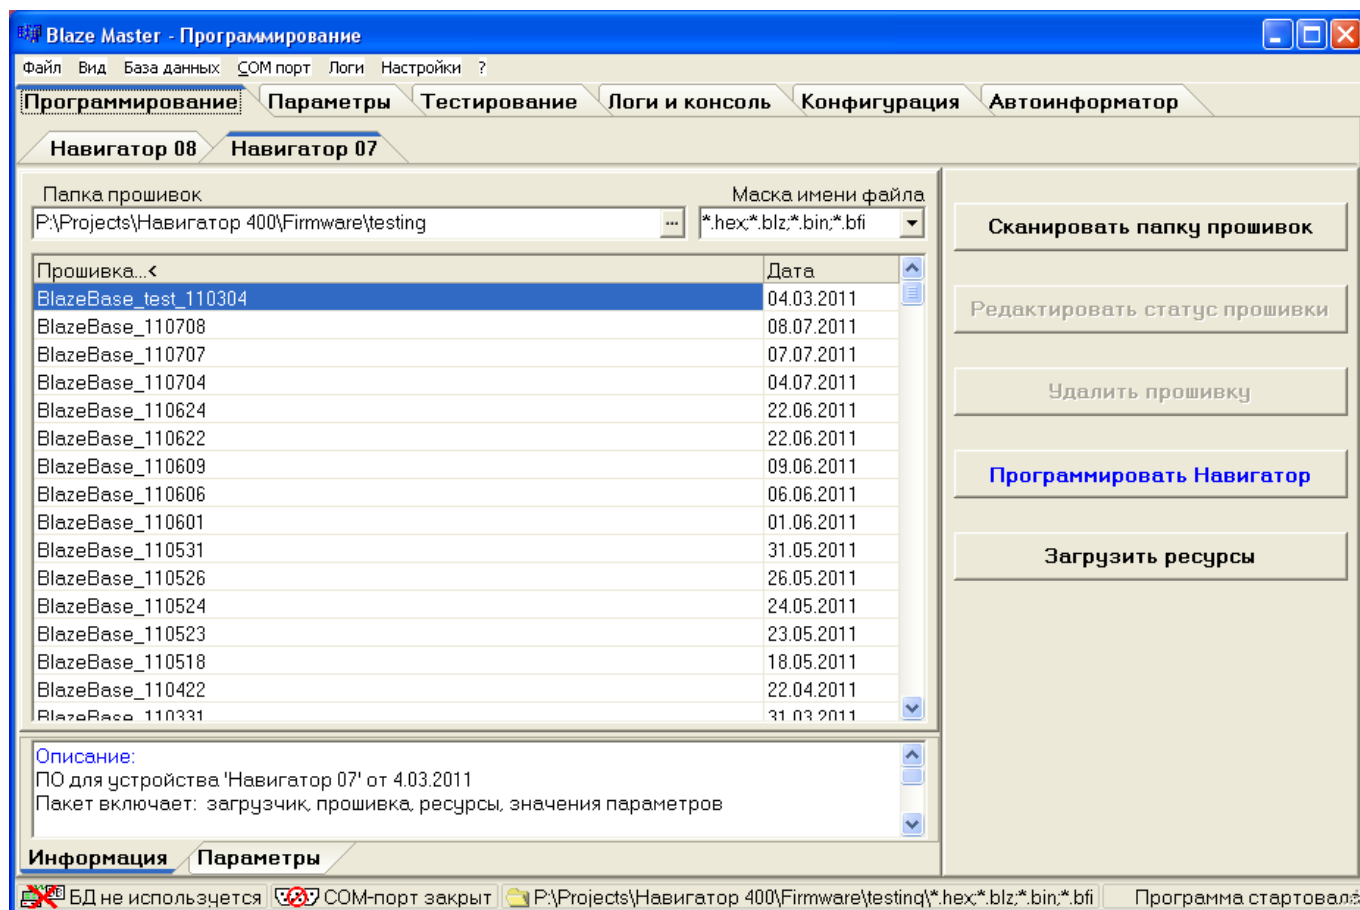

Рисунок 5 – Главное окно программы «Blaze Master»
4.1.1. После запуска программы открывается главное окно, рисунок 5, которое содержит: